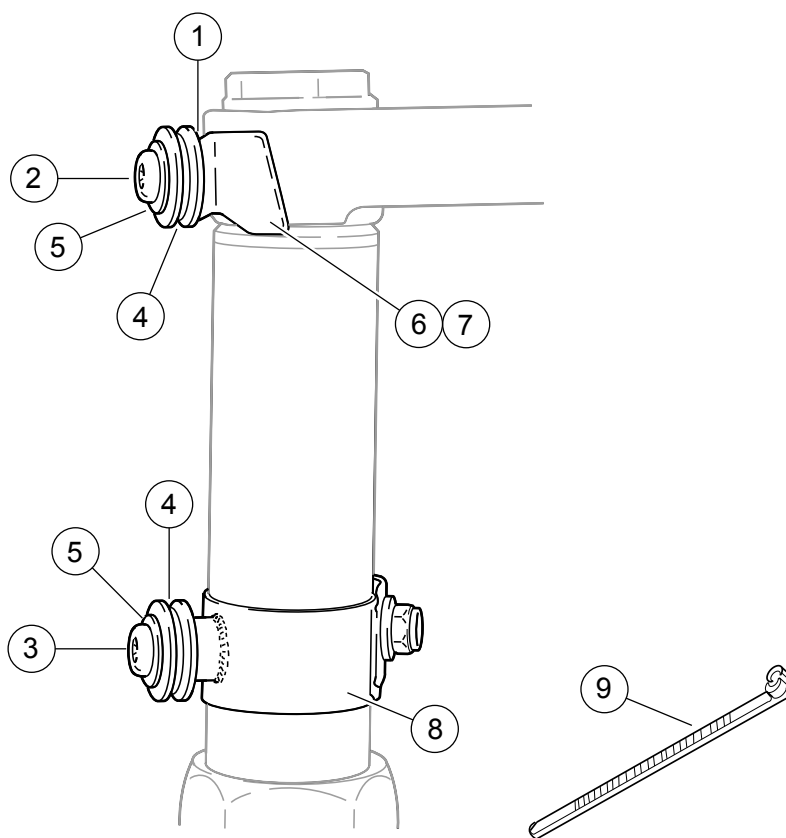
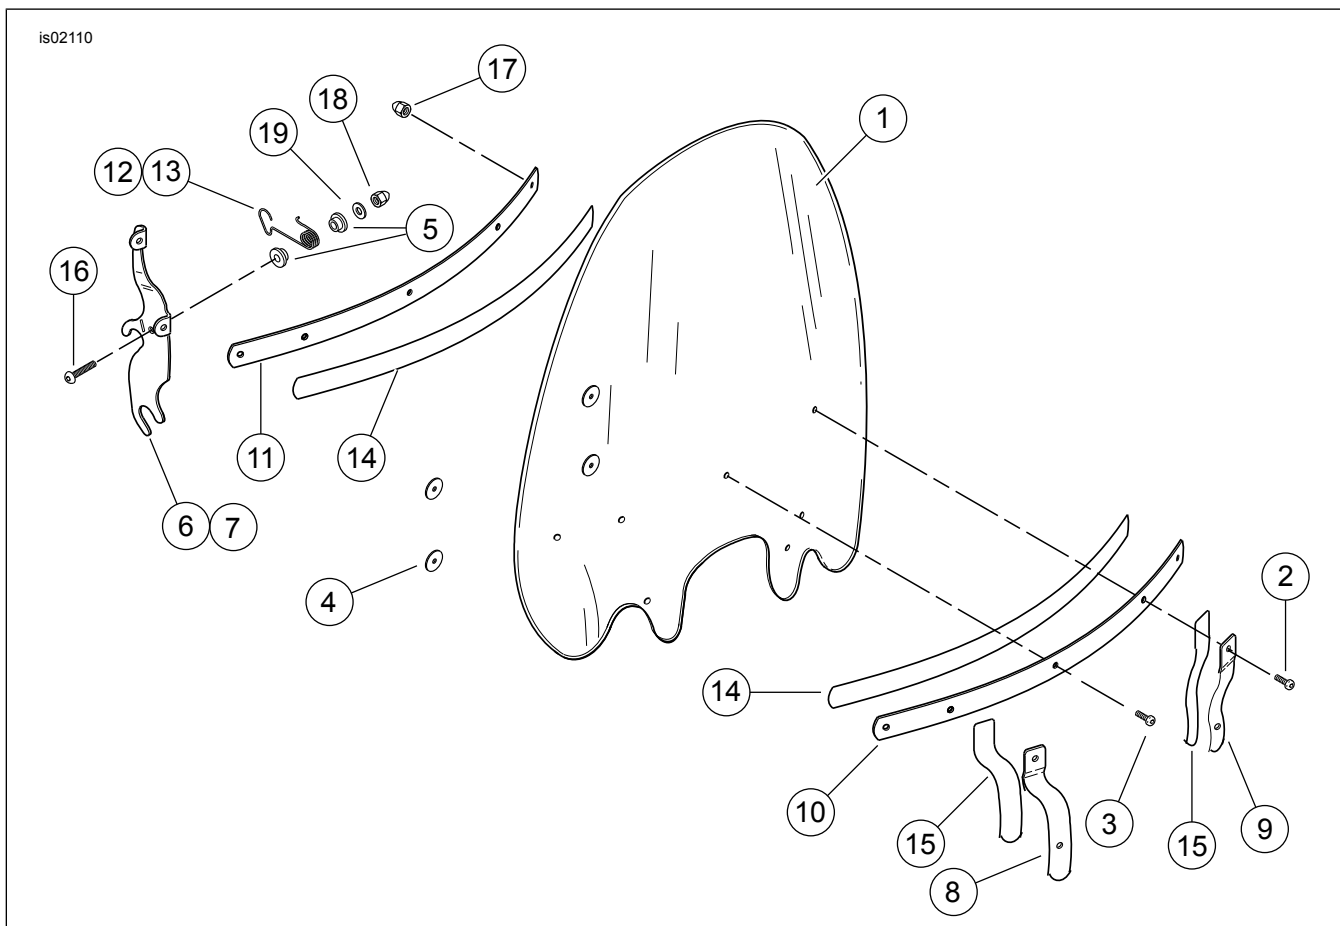

Figura 4. Peças de reposição: Kit de Ferragens para Encaixe
Figura 5. Peças de reposição: Kit de para-brisa
Veja Figura 4 e Tabela 2, Figura 5 e Tabela 3.
4. Consulte Figura 4. Apronte as ferragens de montagem para montagem do para-brisa inferior. Monte na ordem a seguir, deixando o conjunto solto:
- b. Coloque a arruela lisa (5) e a bucha (4) no parafuso (3) e instale-o no prendedor.
5. Veja Figura 5. Prepare a ferragem para montagem do para-brisa superior conforme mostrado na ilustração e aperte os parafusos de cabeça abaulada com 20 Nm (15 pés-lb). O espaçador (1), que não aparece na ilustração, se encaixa entre o suporte retentor de fio (6, 7) e o prendedor triplo do garfo superior.
6. Engate as duas “garras” superiores do conjunto do para-brisa nas fendas das buchas superiores (4 pol. Figura 4) e deslize os conjuntos das abraçadeiras inferiores para cima, até que as buchas inferiores se encaixem firmemente nas “garras” inferiores do para-brisa.
7. Com o para-brisa no lugar, aperte a ferragem da abraçadeira de montagem inferior (8) apertando primeiro a porca da abraçadeira com torque de 14 Nm (10 pés-lb). Verifique se o prendedor não gira durante o aperto.